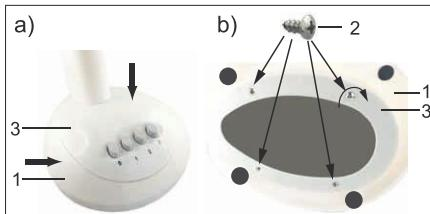

Fig.158: Монтаж подставки
1. Вставьте цоколь (3) с блоком двигателя и кнопками для настройки силы обдува в подставку (1), рис. 158, а).
2. Поверните собранный блок так, чтобы был виден низ цоколя и подставки, рис. 158, б).
3. Закрепите подставку с помощью винтов с крестообразным шлицем (2), закручивая их по часовой стрелке.